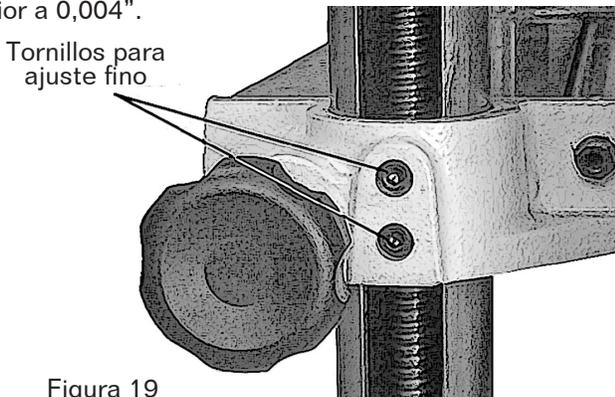

Figura 19
2. Localice los dos tornillos de cabeza hueca en la fundición de mesa para cada una de las columnas (Figura 19). Afloje ambos juegos de tornillos para cada columna en el lado que desea ajustar.